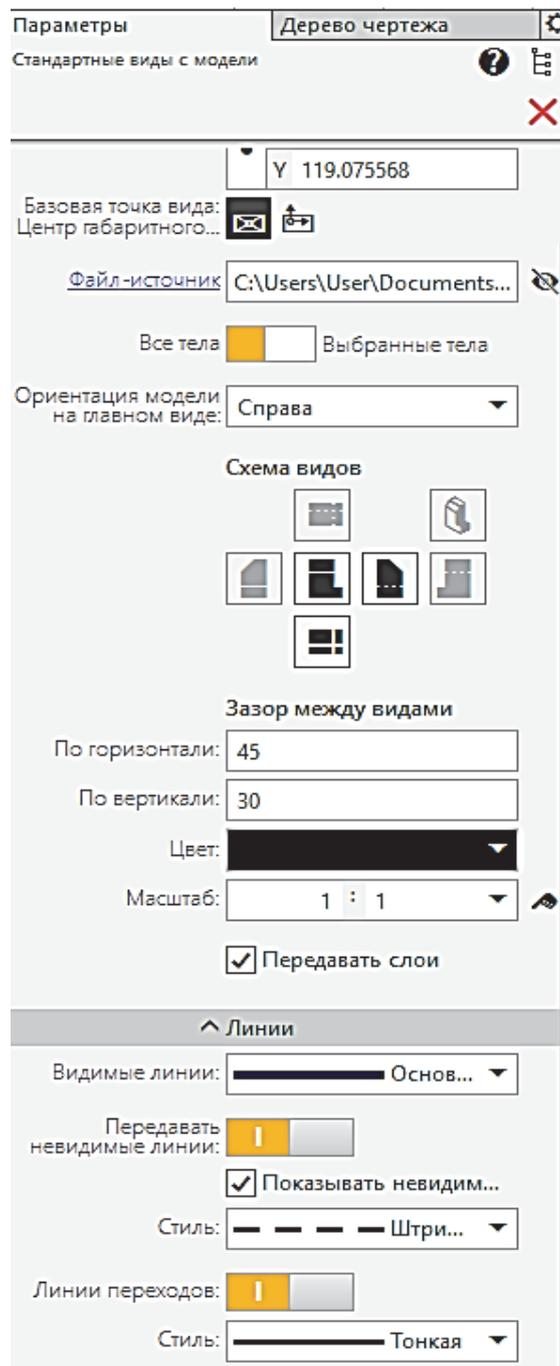

Рис. 5.24
5. Настроить **Параметры чертежа** так, как показано на рис. 5.24.
– Схема видов: 3 основных вида (спереди, сверху, слева – на схеме видов на рис. 5.24 выделены черным цветом).